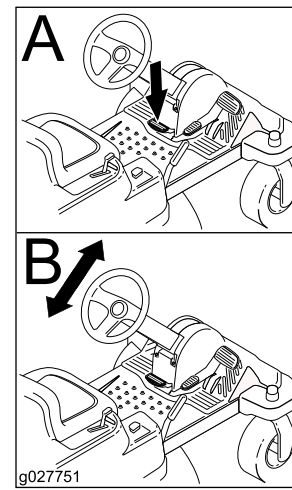

Figure 12
2. Positionnez le volant à la position voulue (Figure 12).